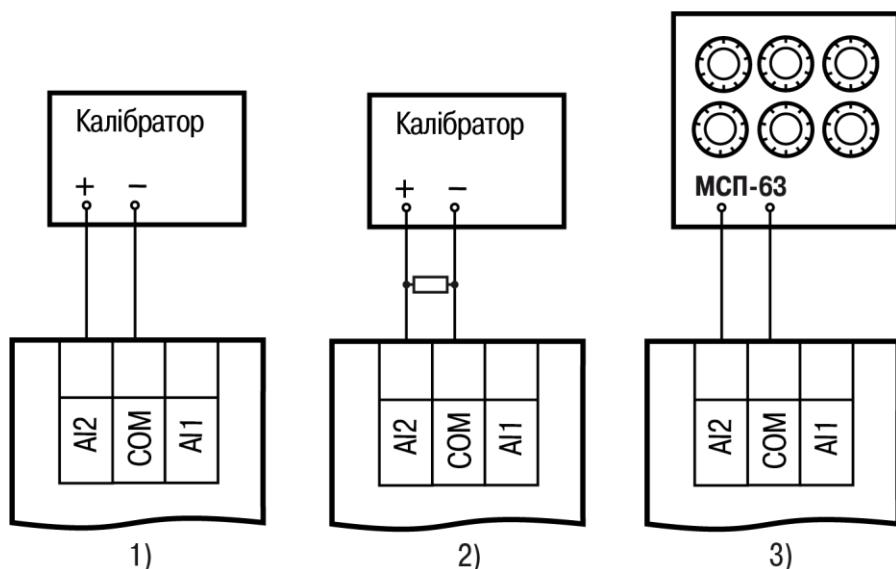

Рисунок 8.5 – Підключення калібратора напруги
2. Запустити AQLogic і вибрати в меню пункт «Прилад» → «Юстування входів/виходів» для запуску майстра юстування. У діалоговому вікні «Вибір елемента» вибрати пункт «Аналогові входи» (див. рисунок 8.5, 1).
У разі використання входу для вимірювання сигналів «4...20 мА» рекомендується провести юстування входу, попередньо вибравши параметр «Тип датчика» рівним «4...20 мА». Калібратор напруги слід підключити за схемою (див. рисунок 8.5, 2). Дії з юстування аналогічні пл. 2–3.
У разі використання входу для вимірювання сигналів «0...4000 Ом» рекомендується провести юстування входу, попередньо вибравши параметр «Тип датчика» рівним «0...4000 Ом». На вхід підключити джерело еталонних опорів, наприклад магазин опорів, за схемою (див. рисунок 8.5, 3). Дії з юстування аналогічні пл. 2–3.